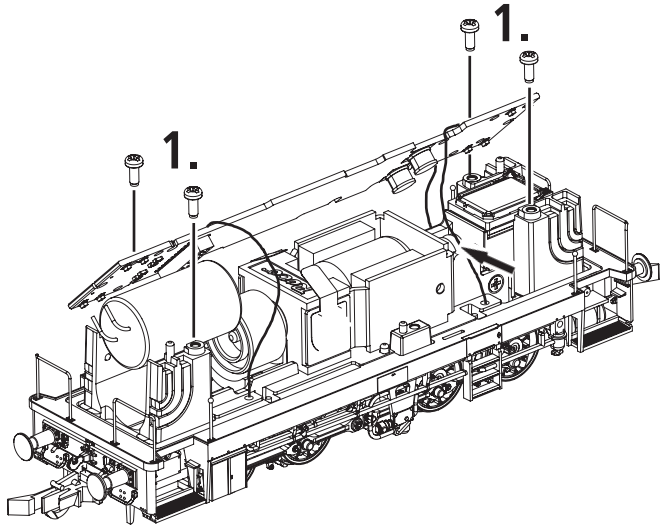
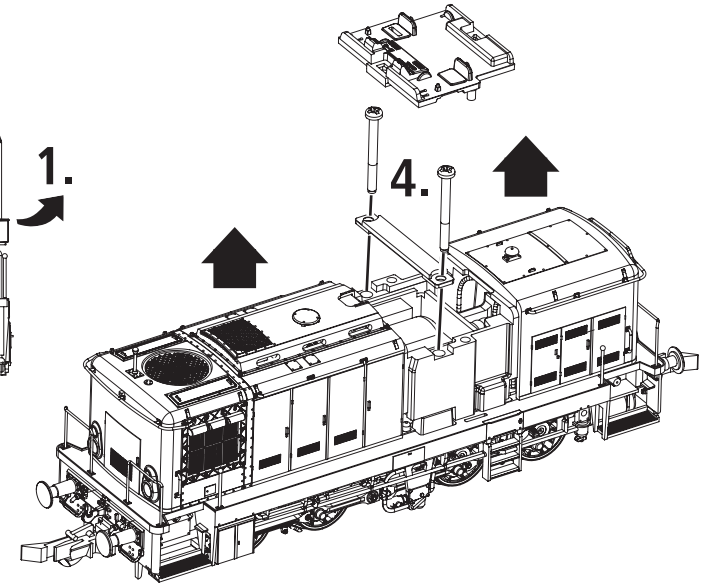
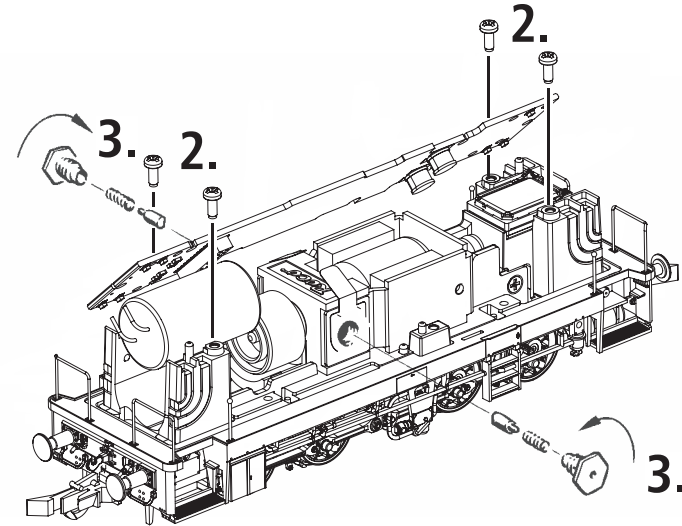

Fig. 7
Fig. 3
Fig. 5
**3. Haftreifenwechsel:** Zuerst das Gehäuse abnehmen (Fig. 3). Dann die Kurbelzapfen herausziehen (Fig. 7). Danach die **Haftreifen** mit einer Nadel od. mit einem feinen Schraubendreher abziehen (Fig. 7). Beim Aufziehen der neuen Haftreifen darauf achten, dass diese sich nicht verdrehen.
**2. Lubrication:** Apply **tiny oil drops** to spots marked in fig. 6. Prior to lubrication dismantle locomotive (fig. 3). We recommend using item no. **10906, Roco oiler**. For lubrication the gearparts (e.g. cogwheels, worm) we would recommend our Roco **special grease** (item no. **10905**).
**3. Change of traction tyre:** Remove the body (fig. 3). Then pull out crank shaft pin (fig. 7). Take out **wheel set** and remove **traction tyre** using a pin or a fine screwdriver (fig. 7). When pressing on the new traction tyre please **avoid twisting it**.
**4. Carbon Brush Changing:** First remove loco body (fig. 3), and then the carbon brush (fig. 5).
**2. Graissage:** N'appliquez **qu'une toute petite goutte** aux endroits indiqués par le plan de graissage (fig. 6) après avoir démonté la caisse de la locomotive (fig. 3). Nous vous recommandons **le graisseur à huile Roco réf. 10906**. Pour graisser les engrenages (roues dentées, vis sans fin) nous vous conseillons la **graisse spéciale Roco réf. 10905** pour engrenages en matières synthétiques. Lorsque vous utilisez cette graisse il faut éviter d'huiler ces composants.
**3. Échange des bandages d'adhérence:** Démontez la caisse (voir fig. 3). Retirez le pivot de manivelle (fig. 7). Délogez ensuite les essieux bandagés et enlevez, à l'aide d'une aiguille ou d'un tourne-vis fin, les bandages d'adhérence (fig. 7). Lors du montage des nouveaux bandages veuillez veiller à ce que les bandages **ne soient pas tor-dues**.
**4. Remplacement des balais du moteur:** Démontez la caisse (voir fig. 3). Démontez ensuite le moteur et échangez le balais (fig. 5).
1. siehe } Fig.3
1. 2. siehe } Fig.3
1. siehe see voir Fig.3